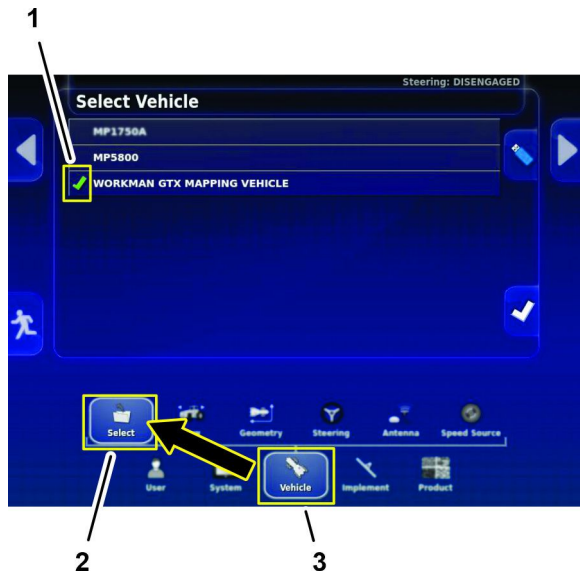

Bild 202
1. Tippen Sie im Einrichtungsbildschirm auf dem FAHRZEUG-Symbol und dem AUSWAHL-Symbol (Figur 202). Tippen Sie auf das Symbol FAHRZEUG und das Symbol AUSWÄHLEN (Bild 202).